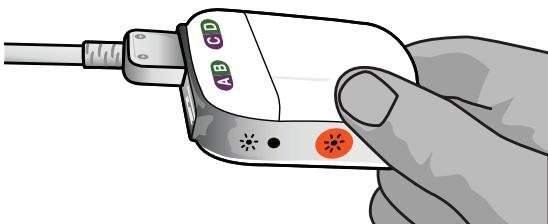

Figura 5: Collegamento del cavo per sala operatoria 2x8 allo stimolatore di prova esterno 2
3. Collegare l'estensione del cavo per sala operatoria alla presa dello stimolatore di prova esterno 2 etichettato "CD" (Figura 5).